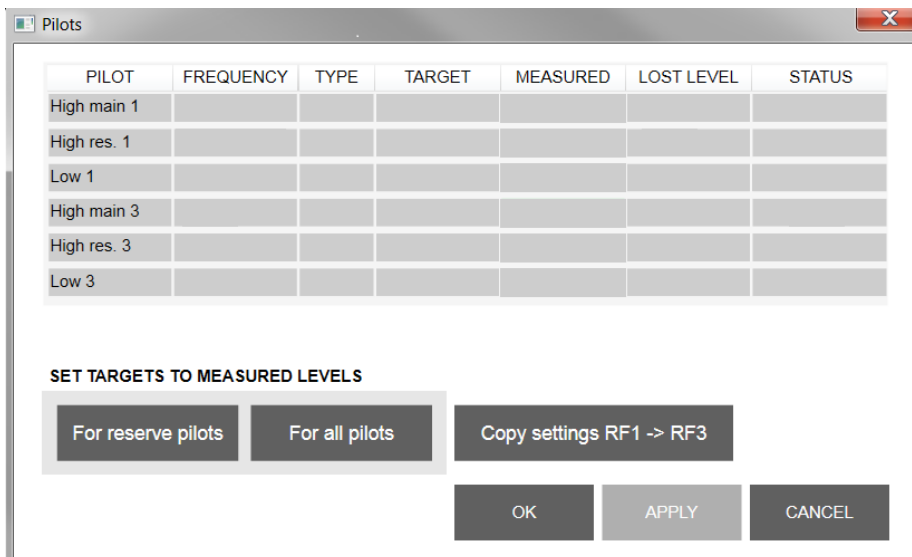

Fig. 8
- Kies in het **Forward Path** tabblad op de **Pilots** button. Hierop verschijnt het Pilot menu.(Fig. 8)
- Druk vervolgens op **Copy settings RF1 -> RF3** (Fig. 8.)